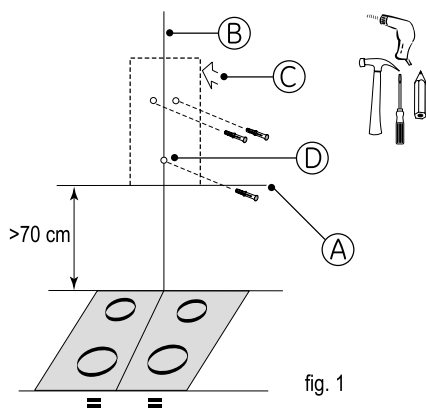

fig. 1
- Faça um traço horizontal no mínimo de 70 cm (A/ fig.1).
- Faça um traço vertical (B/fig.1) na parede centralizado em relação ao fogão ou ao cooktop e que vá do teto até o limite do traço horizontal anterior (A).
- Coloque o gabarito na parede (C/fig. 1).
- Coloque o parafuso (D/fig. 1).